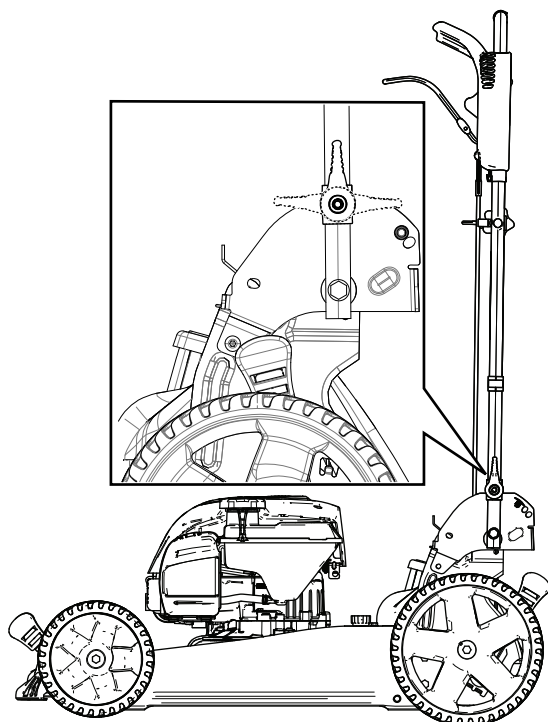

Figura 19
3. Pliegue el manillar hacia adelante, a la posición vertical o a la posición de plegado completo, según se indica en Figura 19.